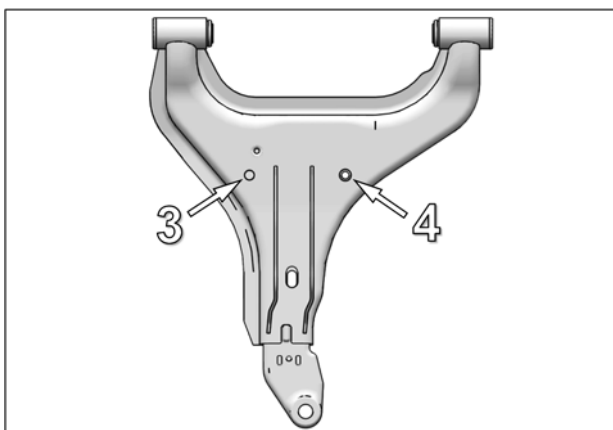

Fig. 16
5. Percer les trous (3) et (4), déjà existant dans le bras de suspension supérieur, à Ø 8,5mm [Ø11/32"]. Voir la Fig. 16